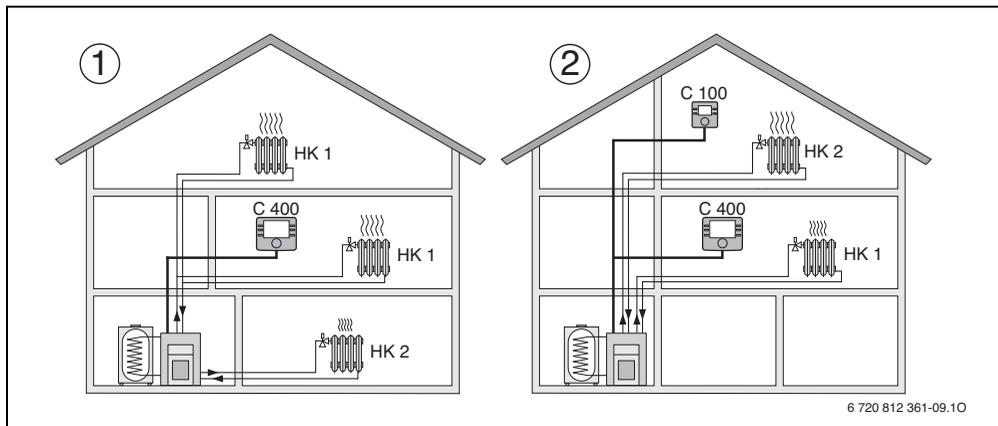

Fig. 1 Esempi di impianti di riscaldamento con uno o due circuiti di riscaldamento
- abitazione in combinazione con un'unità artigianale (→ fig. 1,[1])
- Immobile con appartamento separato ed ingresso privato con CW 400/CW 800 come termoregolatore e CR 100 come telecomando ambiente senza influenza della sonda esterna (installazione del CR 400 nel locale di riferimento del casa, CR 100 nel locale di riferimento dell'appartamento, → fig. 1, [2])